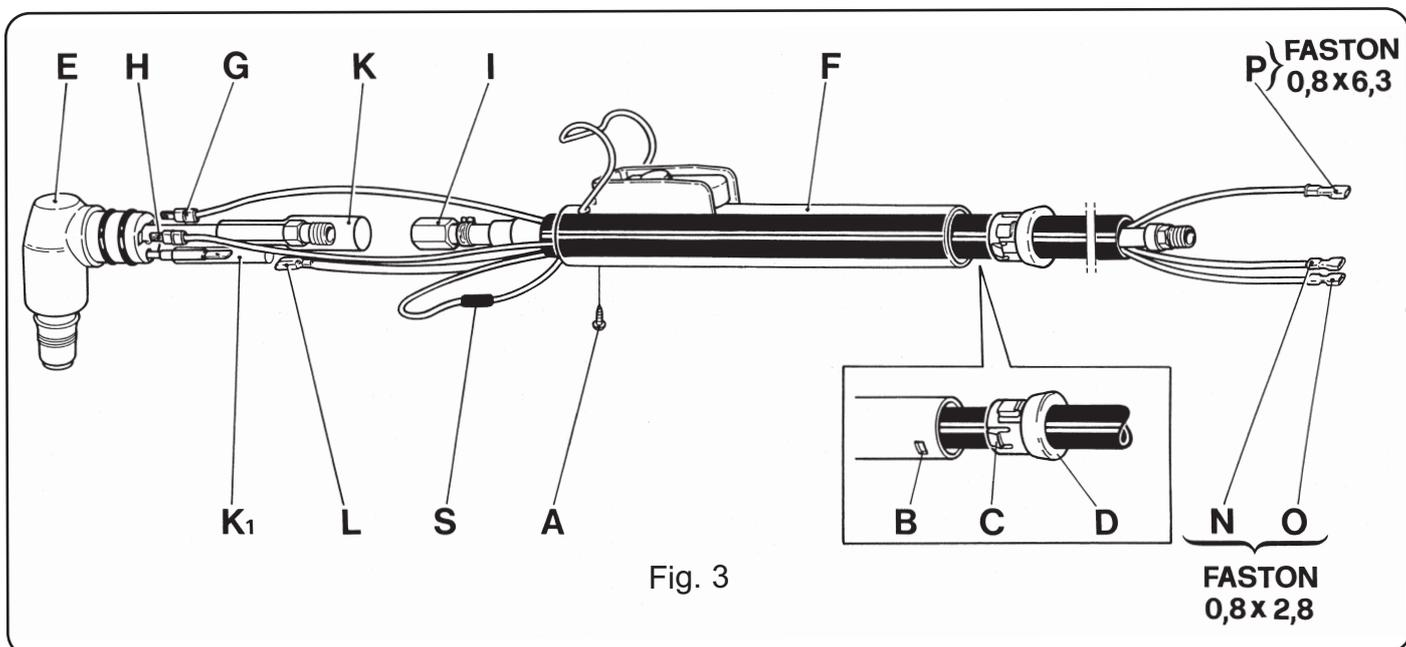

Fig. 3
### 4.3 SOSTITUZIONE DEL CORPO TORCIA (E)-(FIG. 3)
#### 4.4 SOSTITUZIONE DELL'IMPUGNATURA CON PULSANTE - (FIG. 3).
#### 4.5 SOSTITUZIONE DEL CAVO -(FIG. 3)